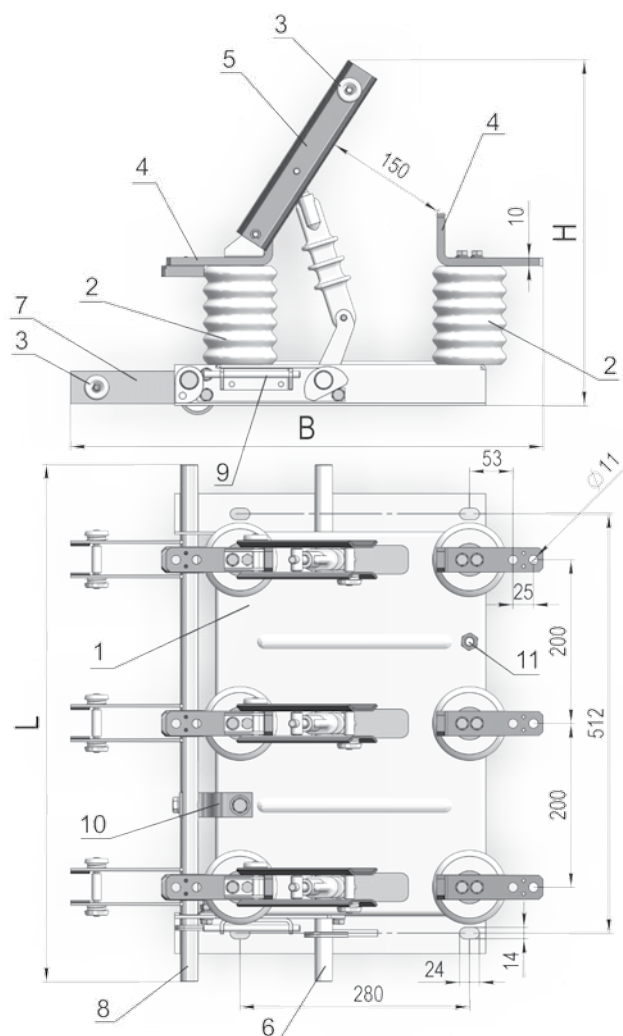

Рис. 1. Разъединитель типа РВЗ
5.1. Разъединители типа РВ(3) (рис.1) состоят из основания 1, опорных изоляторов 2 и токопровода. Основание служит для установки изоляторов и для крепления разъединителя к опоре при монтаже. Токопровод состоит из двух неподвижных контактов 4 и подвижного контактного ножа 5. На основании установлены три токопровода с основным (общим) валом. Поджатие пластин контактного ножа осуществляется пружинами 3. Для жесткости пластинам ножа придана коробчатая форма.